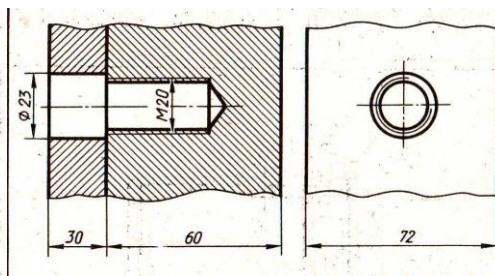

Рис. 2
7.2.Начертите соединение двух стальных деталей шпилькой. Размеры шпильки подберите по ГОСу (рис.2)